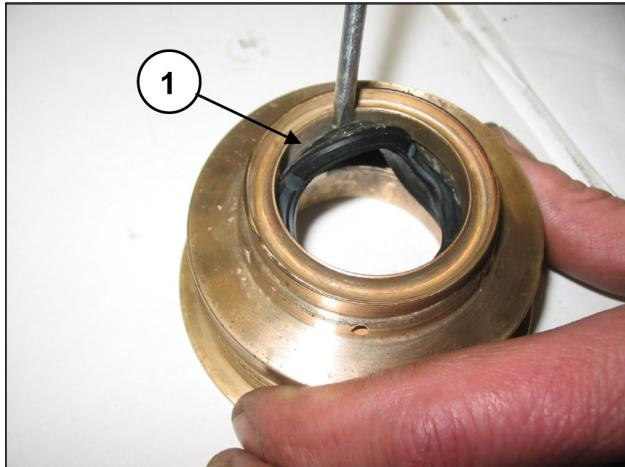

Abb. 173
Zur Abnahme der ND-Dichtung müssen Sie eine Führerlehrhe oder ein ähnliches Werkzeug verwenden, das den Sitz des Dichtungshalters nicht beschädigt (Pos. ①, Abb. 173).